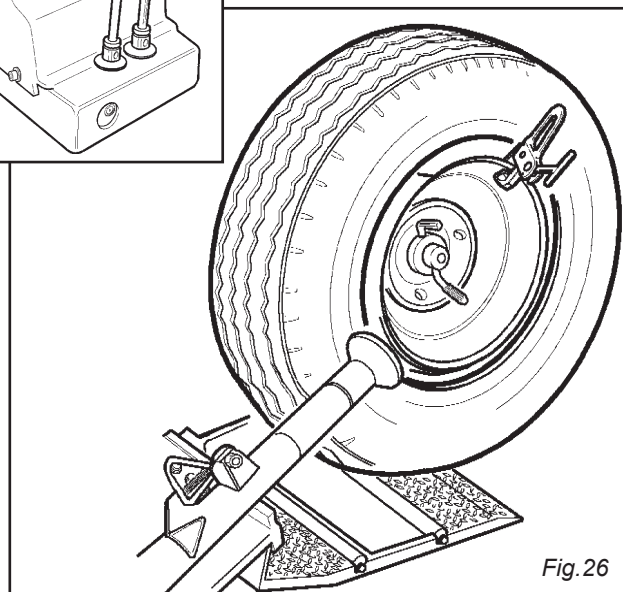

Fig. 26
- 9) Ruotare in senso orario lubrificando con apposito grasso e contemporaneamente fare avanzare il rullo a brevi scatti verso il centro del cerchio fino al completo inserimento del pneumatico sul cerchio. (Fig. 26).
- 9) Turn clockwise and grease with the proper grease. At the same time, let the roller move at brief steps towards the rim center until it is completely set on the rim (fig.26)
- 9) Tourner le pneu en sens horaire en graissant par la graisse en dotation et, en même temps, faire avancer le rouleau par petites saccades vers le centre de la jante jusqu'au complet positionnement du pneu sur la jante (fig. 26)
- 9) Rechts drehen, indem schmieren und gleichzeitig das Rollenwerkzeug leicht stoßweise nach Felgenmitte vorrücken lassen, bis voller Einsetzung des Reifens (Abb.26).